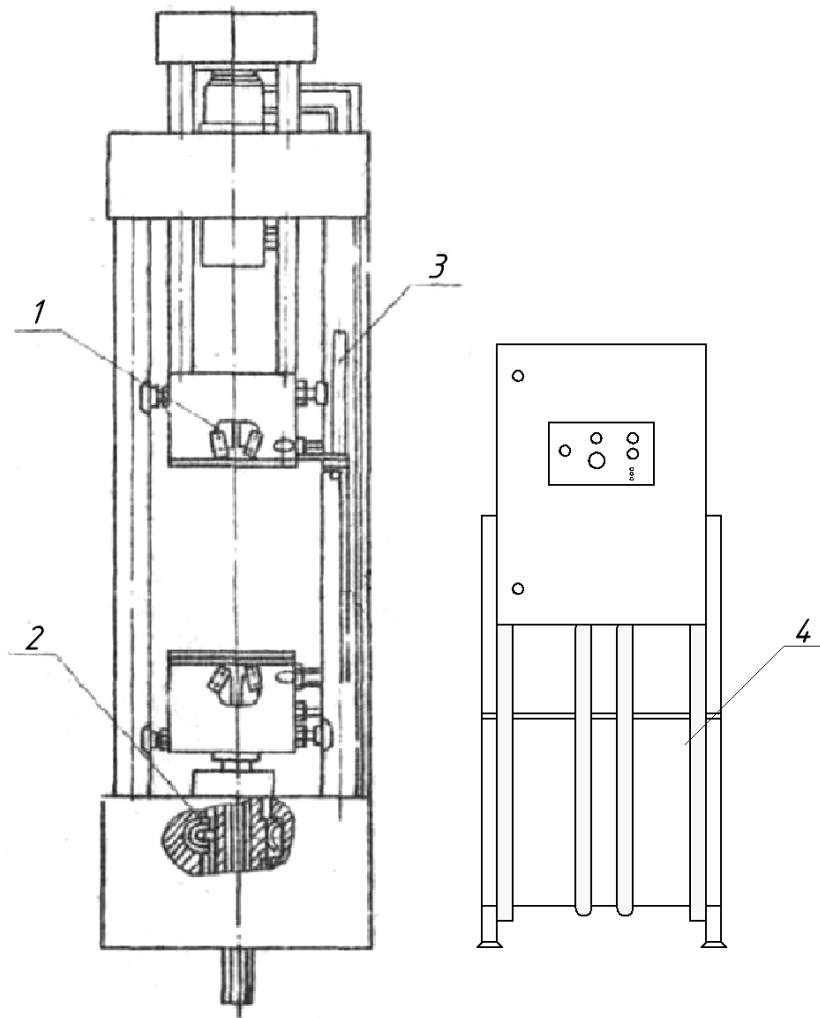

Рис.2 – Схема смазки машины
7.2.10. Смажьте узлы и механизмы машины в соответствии со схемой (рис. 2) и картой смазки таблица 2.
10.4 Смазывать все, трущиеся детали в машине в соответствии со схемой смазки (рис. 2).